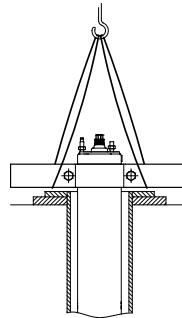

Рис. 17 Электродвигатель в вертикальном положении
2. Установите двигатель в вертикальном положении в отверстие скважины. См. рис. 17.